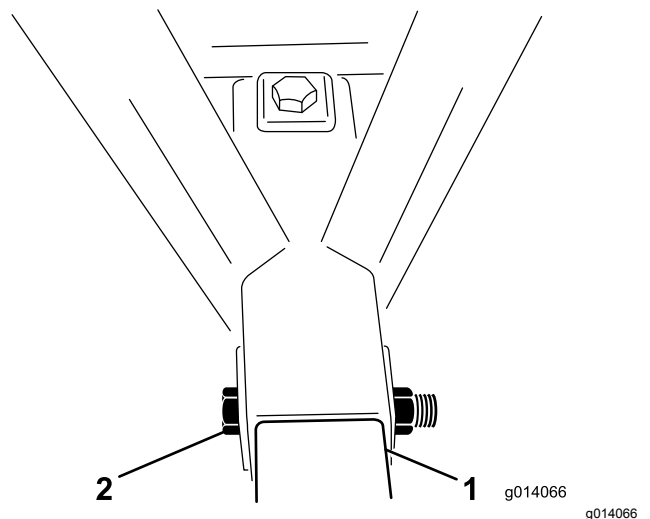

Figure 4
5. Insérez un boulon (1" x 6½") dans le cadre et le tube d'attelage, et fixez-le avec un contre-écrou (Figure 4). Serrez le contre-écrou à un couple de 976 à 1 193 N·m.
6. Insérez un boulon (1" x 6½") dans le sommet du cadre et le tube d'attelage, et fixez-le avec un contre-écrou (Figure 4). Serrez le contre-écrou à un couple de 976 à 1 193 N·m.